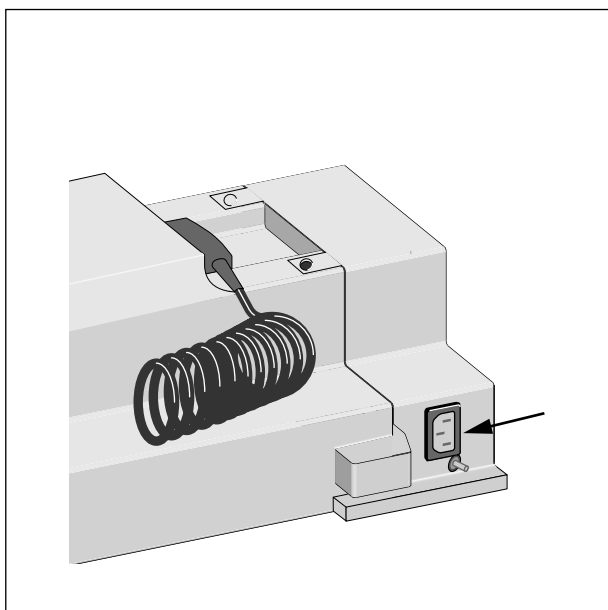

Bild 3-1. Gerät mit montiertem Netzteil
- aus dem Netz (dazu ist das Netzteil, Best.-Nr. 205 108 01 erforderlich, Bild 3-1),